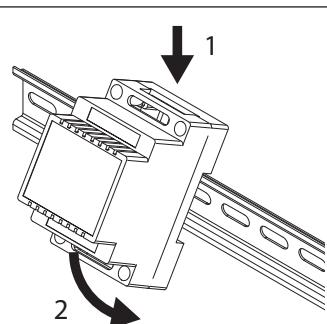
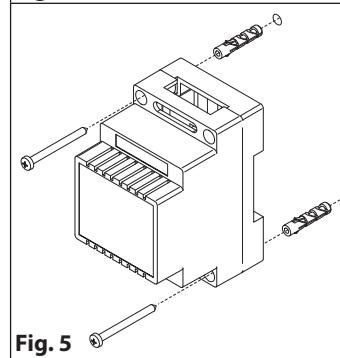

Fig. 4
Fig. 5
- Fissare su barra DIN (**Fig. 4**) o direttamente a parete utilizzando le viti ed i relativi tasselli ad espansione (**Fig. 5**)